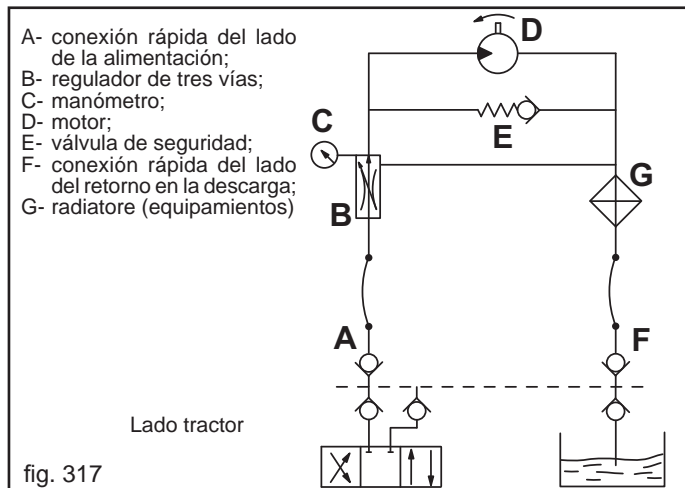

fig. 317
- **Alimentación del aceite:** atégase a los datos del esquema de la Fig. 317.